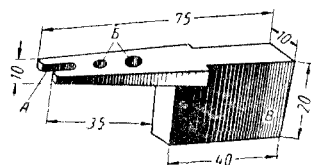

Рис. 33. Пристрій для знімання хвилинного триба:
5. Відкручують три гайки з колонок і знімають задню платину. Щоб зняти хвилинний триб з стержня блочного колеса, потрібно мати пристрій, показаний на рис. 33. Користуватись ним дуже просто. Основу *В* закріплюють у верстачні лещата; вісь блочного колеса встановлюють у вилку *А*; платина з трибом розміщується зверху. Одного-двох сильних ударів латунним молотком по осі досить, щоб зняти триб. Насаджують триб на вісь в отворах *Б*.
11. Хвилинний триб на осі блочного колеса насаджено впритул до платини, внаслідок чого відсутній зазор в блочному колесі. Користуючись пристроєм (рис. 33), триб піднімають вверх настільки, щоб між ним і платиною був потрібний зазор.